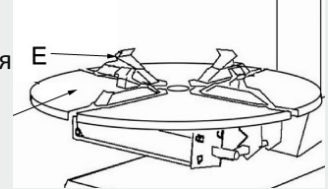

рис.7
1. Протирайте поворотный стол дизельным топливом раз в неделю для избежания появления грязи, а также смазывайте зажимные кулачки в месте скольжения (рис.7).